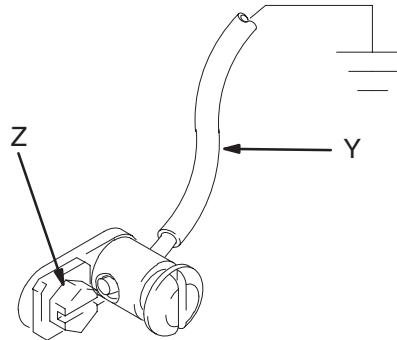

Abb. 1
- **Pumpe:** Erdungsdraht und Klammer wie in Abb. 1 anschließen.
Zum Erden der Pumpe die Erdungsschraube (Z) entfernen und durch die Öse der Ringklammer am Ende des Erdungskabels (Y) einführen. Die Erdungsschraube wieder an der Pumpe befestigen und gut festziehen. Das andere Ende des Erdungskabels mit einem guten Massepunkt verbinden. Siehe Abb. 1. Erdungskabel und Klammer sind mit der Teilenummer 222011 zu bestellen.